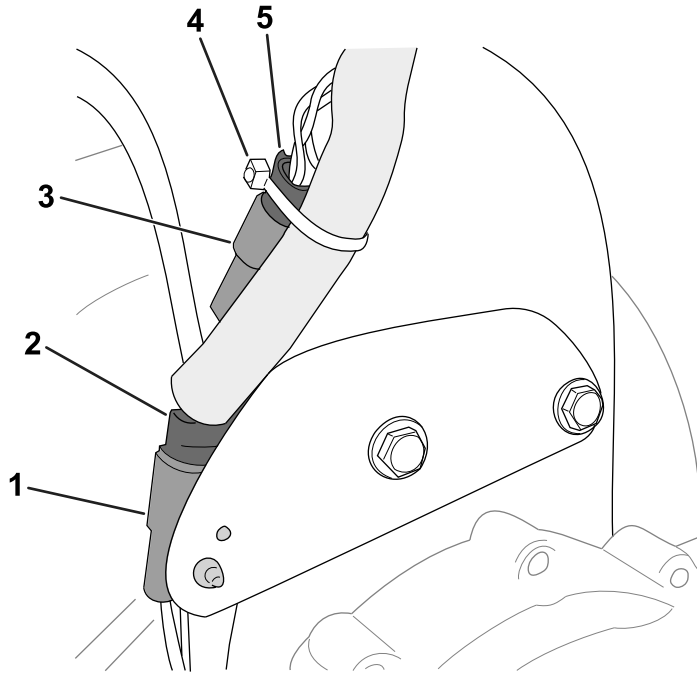

Рисунок 5
1. Подсоедините 2-штыревой разъем редуктора двигателя к зажимному соединителю на кронштейне жгута проводов (Рисунок 5).
2. Подсоедините разъемы двигателя к разъемам жгута проводов из комплекта (Рисунок 5):
7. Используйте кабельную стяжку для крепления разъемов, показанных на Рисунок 5, к жгуту проводов из комплекта.